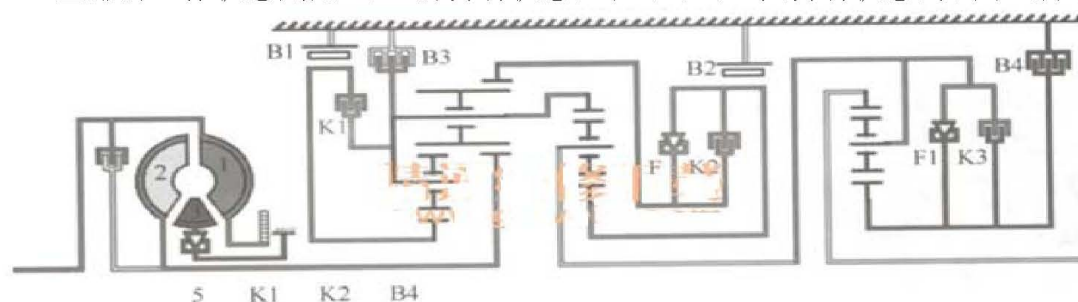

图 4 5 档动力流程
- 8). 在这里解释一下 4/5 档电磁阀的工作状态，如果 ECU 真正没有给该电磁阀通电指令，那么一定会影响挂档感觉。原因是当 4/5 档电磁阀断电时控制的是一条油路（应该在 5 档时实现），该变速器在 722.3 变速器基础上多加的那套行星排的工作状态是超速传动状态，即 5 档传动状态，如图 4 所示（B4 制动器参与工作），而电磁阀通电时（1~4 档）则控制另外一条油路，因此后行星排的工作状态则是 1, 1 的传动状态，即 1/2/3/4 档传动状态，如图 5 所示。